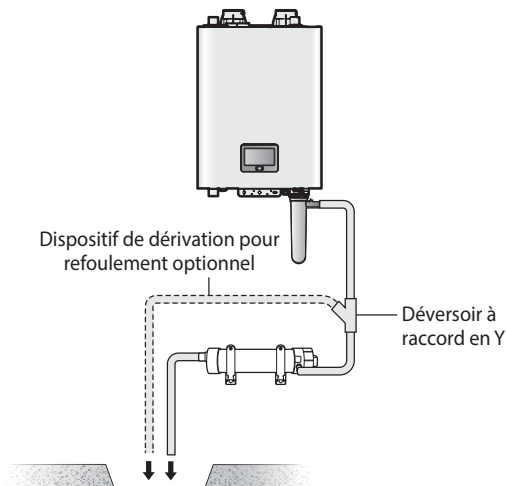

Figure 1. Exemples d'installation du kit d'agent neutralisant
- Lorsque la chaudière est installée au mur ou sur le plancher, l'agent neutralisant doit être installée en position **horizontale** comme illustré à la figure 1 ci-dessous.